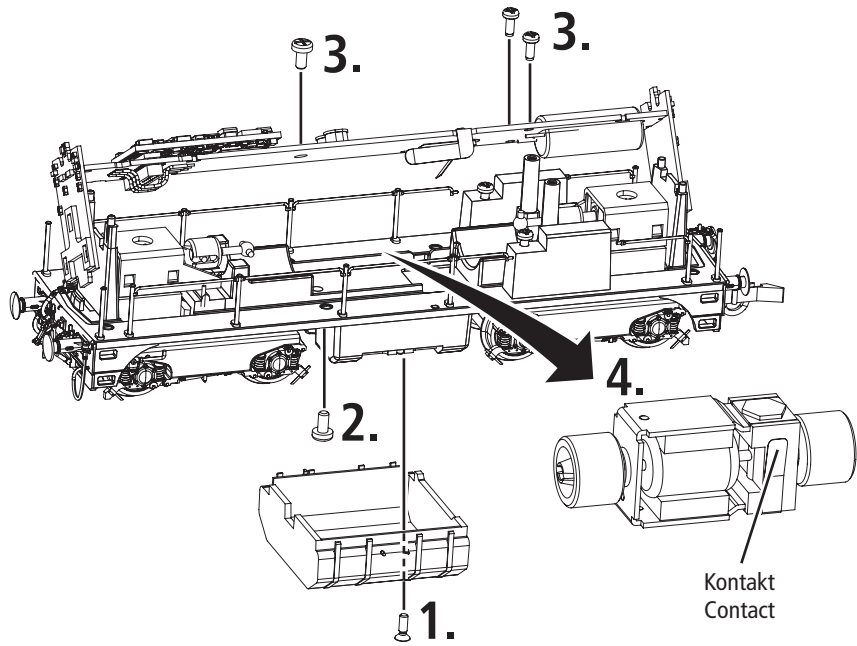

Fig. 6
1. Reinigung der Radstromkontakte: Radstromkontakte können auf unsauberen Schienen leicht verschmutzen. Entfernen Sie **vorsichtig** mit einem kleinen Pinsel **den Schmutz** an den in Fig. 6 gekennzeichneten Stellen.
1. Cleaning of wheel contacts: Wheel contacts easily get dirty on tracks which are not entirely clean. Use a small brush to **remove dirt** from spots marked in fig. 6.
1. Schoonmaken van de wielcontacten: Verwijder de lochuis (fig. 3). en verwijder met een penseel het vuil van de in fig. 6 aangegeven plaatsen.